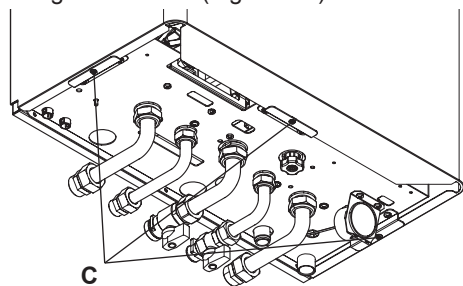

Figura 9.4
- Togliere le viti C (Figura 9.4).